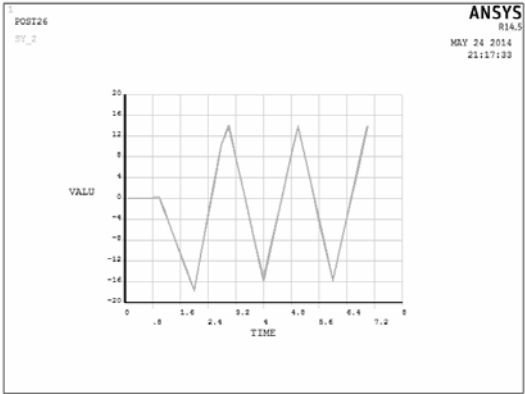

图 9-87 温度随时间变化曲线
4) 在 “Variable List” 列表中选择要显示的变量（如 SY_2），单击  按钮，即可在图形区显示变量的变化曲线，X 轴为时间变量 TIME，Y 轴为显示的变量数据，如图 9-87 所示。